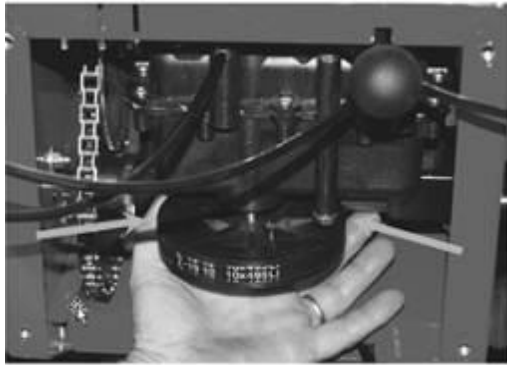

fig.13
5. Fijar los 4 tornillos de los dos soportes de cojinetes del eje de las ruedas; comprobar si la correa ha alcanzado la tensión correcta (fig. 13):